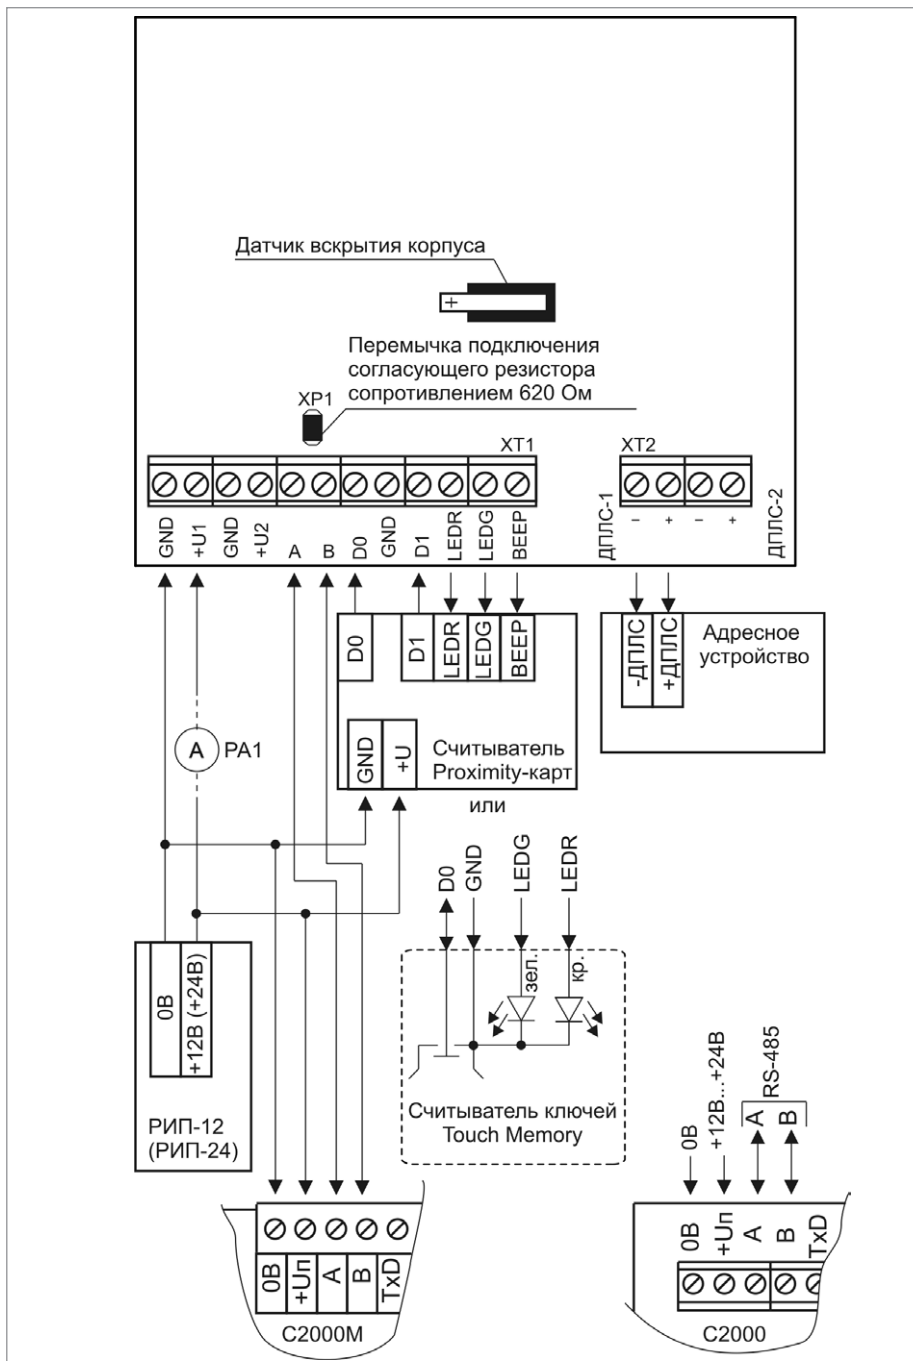

Рисунок 3.
2.2. Подключите контроллер по схеме, приведенной на рис. 3, 4.
2.8. После проведения общих проверок по схеме на рис. 3, 4 отключите источник питания от клемм «+U1» и «0В» и подключите его к клеммам «+U2», «0В».